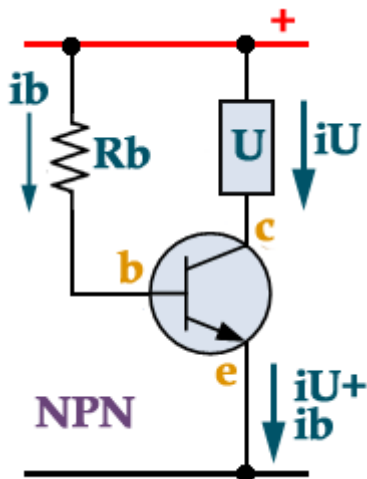

figura 2
Come vediamo in figura 2, il transistor di tipo **NPN** può comandare un utilizzatore (U) inserito nel circuito di collettore; può essere un relè, un diodo led, o qualsiasi altro dispositivo. Affinché nell'utilizzatore passi corrente, occorre applicare alla base una tensione positiva rispetto all'emettitore: è questo il compito della resistenza R_b , attraverso la quale potrà affluire alla base la corrente di base i_b .